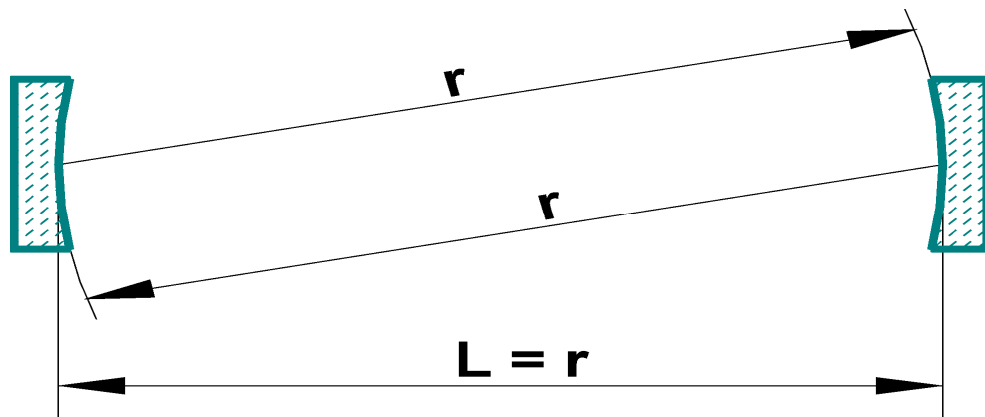
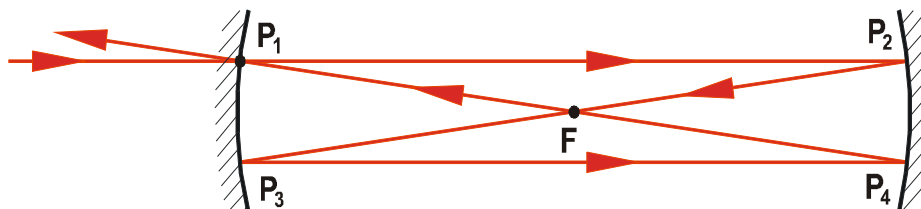

Рис.1. Кривизна и взаимное расположение зеркал в конфокальной схеме.
Рис.2. Траектории лучей в конфокальном интерферометре в приближении геометрической оптики.
Конфокальный интерферометр, иногда называемый сферическим интерферометром Фабри-Перо, является высокодобротным оптическим резонатором и представляет собой два зеркала одинаковой кривизны, отстоящие друг от друга на расстоянии L , равном радиусу кривизны r (рис.1). Сферические интерферометры Фабри-Перо играют исключительную роль в лазерной физике: во-первых, как анализаторы спектра высокого разрешения для детектирования модовой структуры и ширины линии генерации лазеров, а во-вторых, в форме, приближенной к конфокальной, как лазерные резонаторы. Как правило, конфокальные интерферометры обеспечивают более высокое спектральное разрешение по сравнению с плоскими интерферометрами Фабри-Перо. Это связано с тем, что разъюстировка сферических зеркал, в отличие от плоских, не приводит в первом порядке к изменению оптического пути, равного $4r$ (рис.2). Кроме того, сферические зеркала могут быть отполированы с более высоким качеством, т.е. отклонения таких зеркал от идеальной сферы меньше, чем отклонения зеркал плоских от идеальной плоскости.
Для случая, представленного на рис.2 и описываемого формулой (1), резкость видоизменяется: